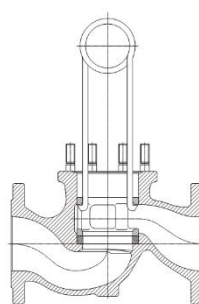

Bild 3
- » Laterne (Pos. 5) mittels Laternenzieher herausziehen ohne die Oberfläche der Gehäusebohrung zu beschädigen (siehe Bild 3)